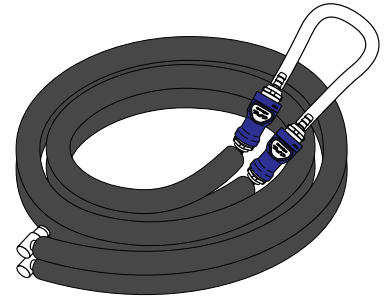

Figure 9. Tuyau de thérapie avec tuyau d'installation mis en place
2. Raccorder le tuyau d'installation au tuyau de thérapie afin de créer une boucle de retour pour le flux de liquide de refroidissement (figure 9).